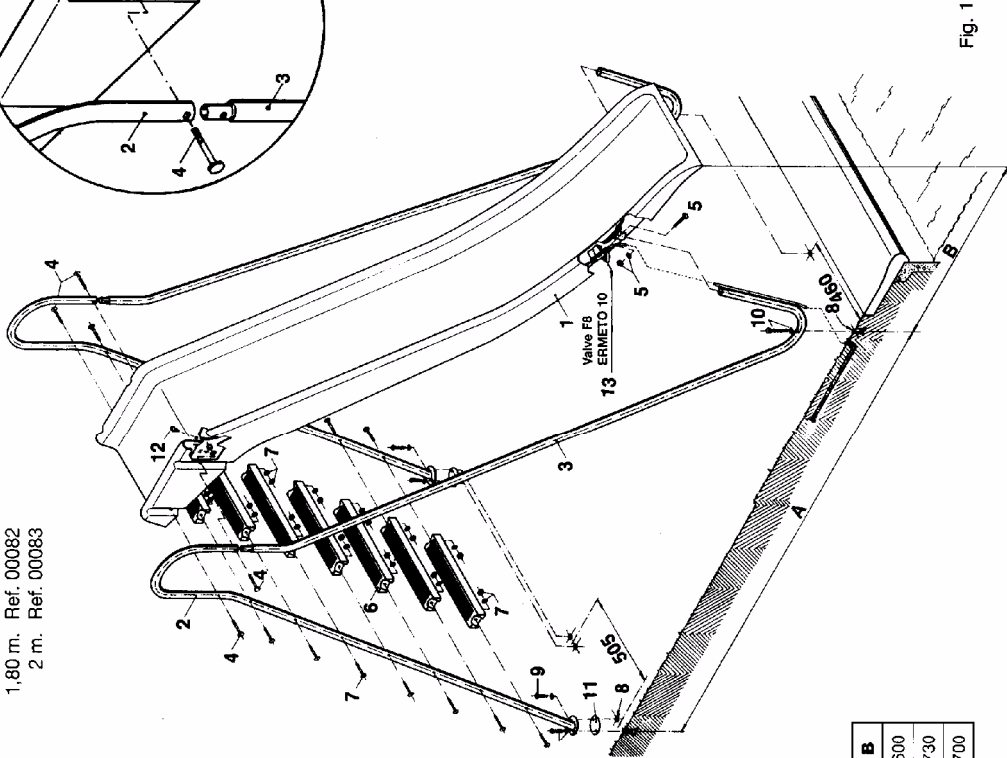

Fig. 1
- A. Encaixar o corrimão (2) com o (3). Fig. 1.
- G. Slot rail (2) into (3). Fig. 1.
- A. Emboîter les mains courantes 2 et 3. Fig. 1
- A. Encajar la barandilla (2) con la (3). Fig. 1.
- A. Collegare il corrimano (2) con il corrimano (3). Fig. 1.
- A. Handlauf (2) mit Stütze (3) verbinden. Fig. 1.